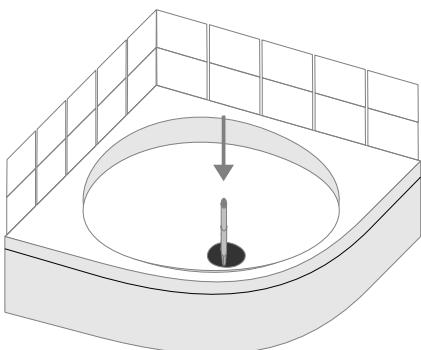

Fig.1 Positionarea caditei si trasarea zonei de scurgere.
- se ia un reper pe pardoseala, marand, cu ajutorul unui marker, prin gaura de scurgere, directia de scurgere (Fig.1);